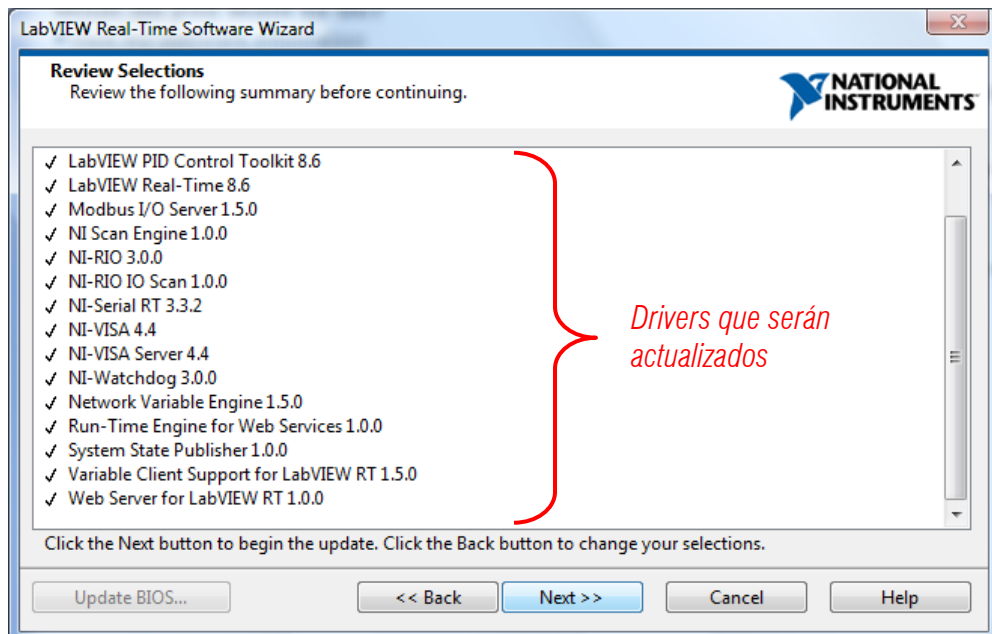

Ilustración 6. Lista de Driver a actualizar
6.- Se abre una ventana nueva, como la de la ilustración 6, con la lista de drivers que se actualizarán en el equipo CRIO 9074 y dar clic sobre el botón *Next>>*.